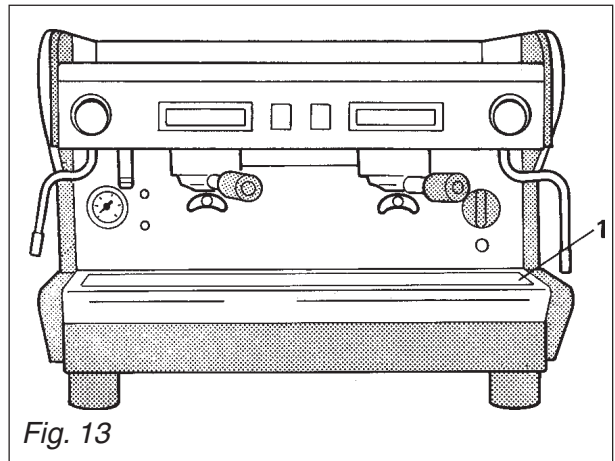

Fig. 13
- Enlever les grilles d'appui des tasses 1 (Fig. 13), retirer la cuvette d'eau d'évacuation qui se trouve en dessous et les nettoyer.
- Contrôler et nettoyer également la cuvette d'évacuation 1 (Fig. 13) en enlevant les restes des fonds de café éventuellement présents, à l'aide d'une petite cuillère.